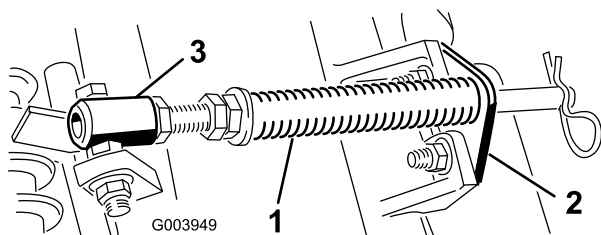

Рисунок 4
- А. Выверните два каретных болта и две гайки крепления кронштейна штока к выступам режущего блока (Рисунок 4).
- В. Удалите фланцевую гайку крепления болта трубки пружины к выступу несущей рамы (Рисунок 4). Удалите этот узел.